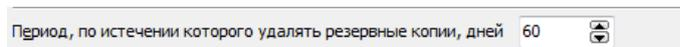

Рисунок 27.15 – Задали период, по истечении которого следует удалять резервные копии
2) Задать период, по истечении которого следует удалять резервные копии (рисунок 27.15).